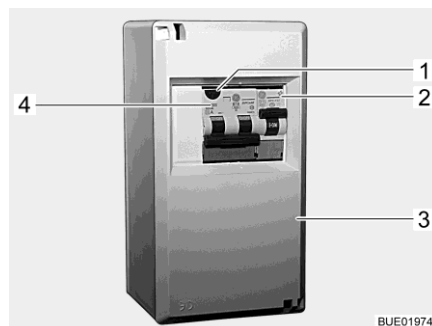

Fig. 129 Scatola dei fusibili a 230 V
Un interruttore di sicurezza per correnti di guasto combinato (Fig. 129,4) nella scatola dei fusibili (Fig. 129,3) protegge l'intero veicolo da correnti di guasto (0,03 A).
Per veicoli con accessori opzionali (p. es. l'impianto di climatizzazione) un ulteriore interruttore di sicurezza (10 A) (Fig. 129,2) protegge l'apparecchio.
■ Se il veicolo è collegato all'alimentazione a 230 V, premere il tasto di controllo (Fig. 129,1). L'interruttore di sicurezza per correnti di guasto deve scattare.